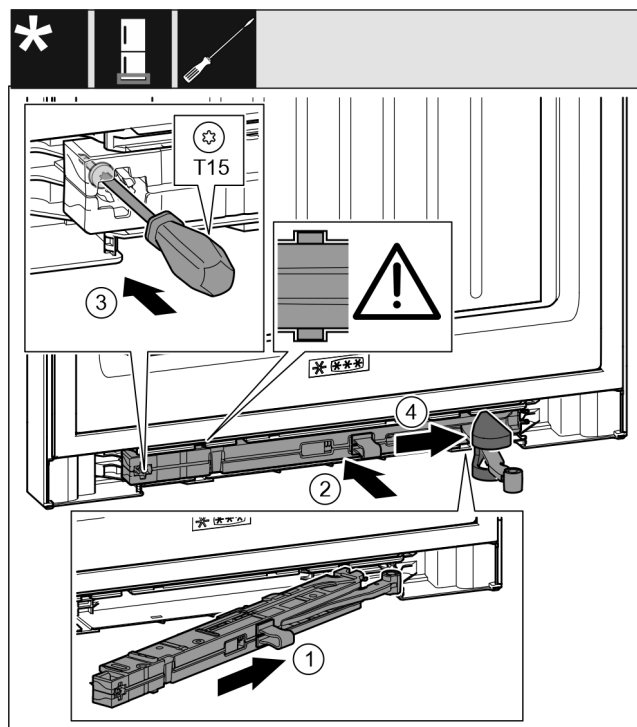

Fig. 46
- ▶ Introduire à fond l'amortisseur de fermeture du côté du support de palier dans la rainure en l'inclinant. Fig. 46 (1)
- ▶ Enfoncer complètement l'amortisseur de fermeture dans la rainure. Fig. 46 (2)
- ▶ Serrer la vis avec un tournevis T15. Fig. 46 (3)
- ▶ Pousser le cache sur la charnière. Fig. 46 (4)